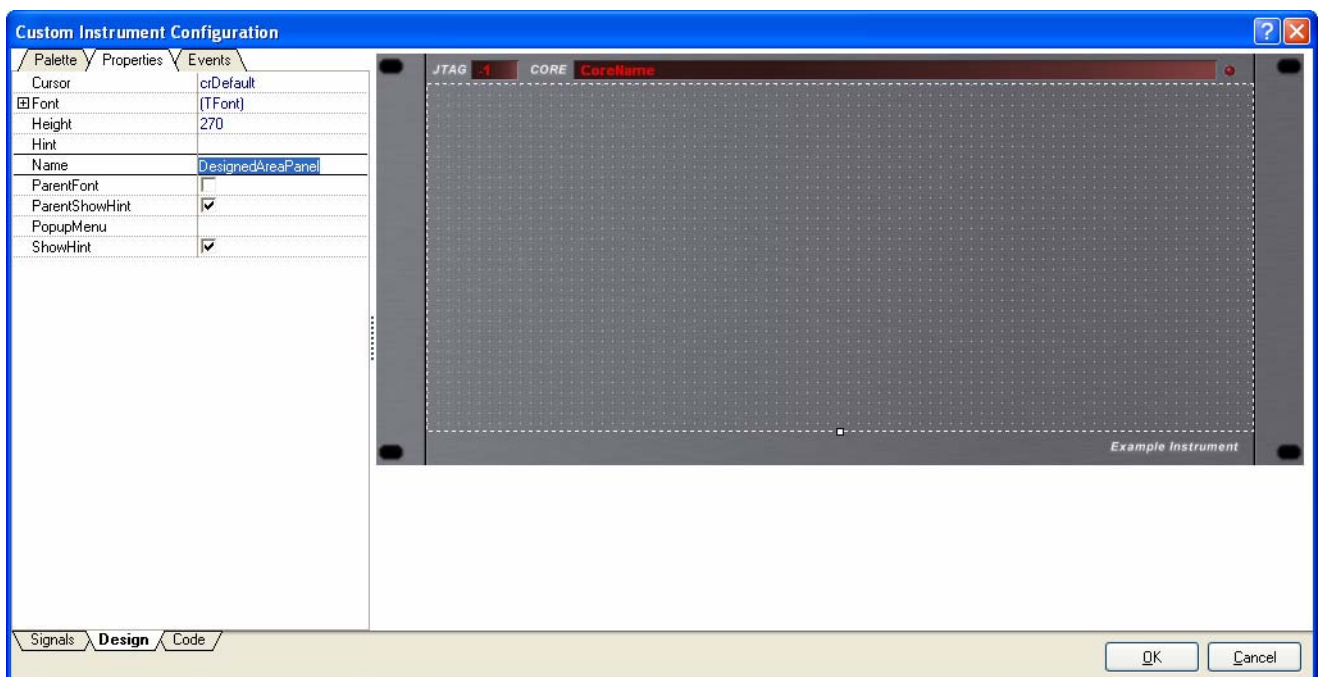

図 5. Design タブ – カスタム GUI を作成するためのキャンバスが表示される
1. *Custom Instrument Configuration* ダイアログの下部にある **Design** タブをクリックします。GUI を構築するための元となる「シェル」計器フォームが表示されます (図 5)。